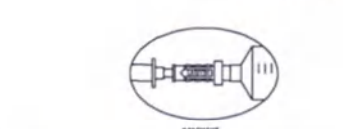

Рис. 3
- Медленно аспирируйте 30 куб. см при помощи шприца объемом 30 куб. см. (См. рис. 3.) Извлеките шприц, оставив одноходовой клапан на месте, чтобы обеспечить поддержание вакуума.